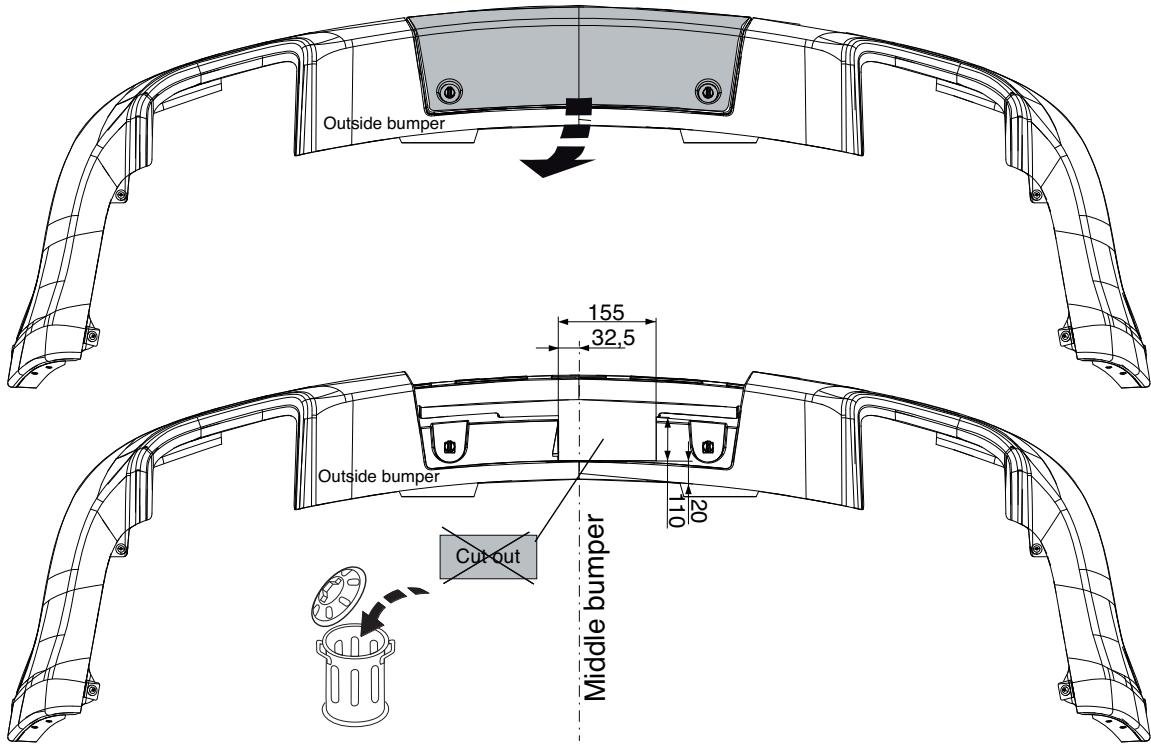

Fig.4
11. Выпилить обозначенные части, как указано на рис. 4.